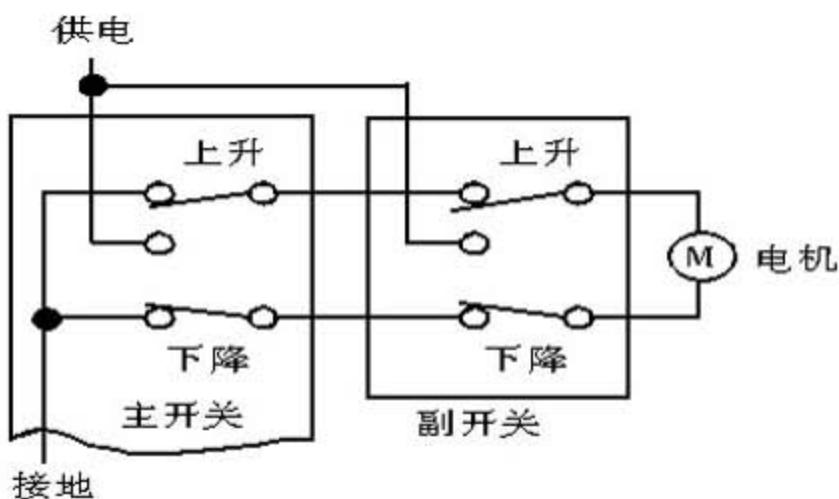

图1 传统型玻璃升降器控制原理图
- 1). 笔者接车后，开始时认为该车的电动玻璃升降器控制系统与传统的控制系统是一样的，但后来才发现，这两种玻璃控制系统根本不相同。传统型玻璃升降控制系统原理图如图 1 所示，该控制方式大量应用在没有总线控制系统的车辆上。在这种玻璃升降控制系统中，其他 3 个车门的开关（副开关）都必须经过驾驶员侧主开关构成回路，其中 1 条线或 2 条作为电源线，另外 2 条或 1 条是通过主开关的接地控制线。玻璃升降是通过副开关中的双刀开关分别接通电源达到上升和下降的目的，而主开关控制时也是同样的原理。